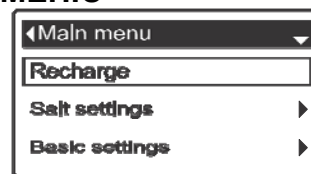

РИС. 16
Во время нормальной работы (прокручивание экранов статуса) нажать кнопку ВЫБОР (O) на умягчителе для отображения Главного меню (См. Рисунок 16). Это меню и его дополнительные экраны используются для управления работой умягчителя.